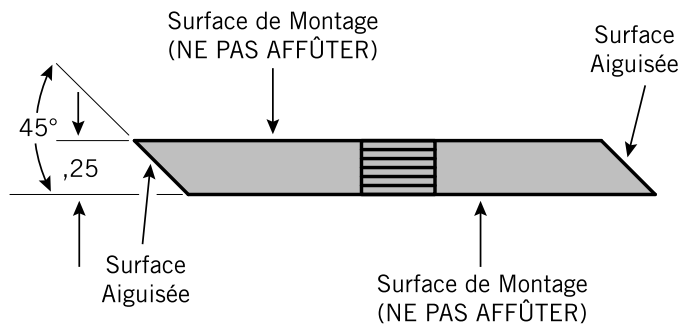
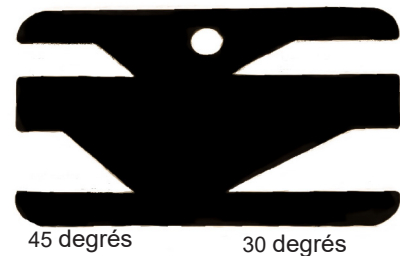

Figure 5.3, Surfaces de lame de déchetage
Figure 5.4, Plaque d'écartement d'angle de lame
2. Meuler à nouveau le tranchant oblique des lames de déchetage pour former un angle de 45 degrés (figure 5.3). Lors de l'affûtage des lames, utiliser la plaque d'écartement d'angle de lame afin d'obtenir l'angle correct (voir la figure 5.4).